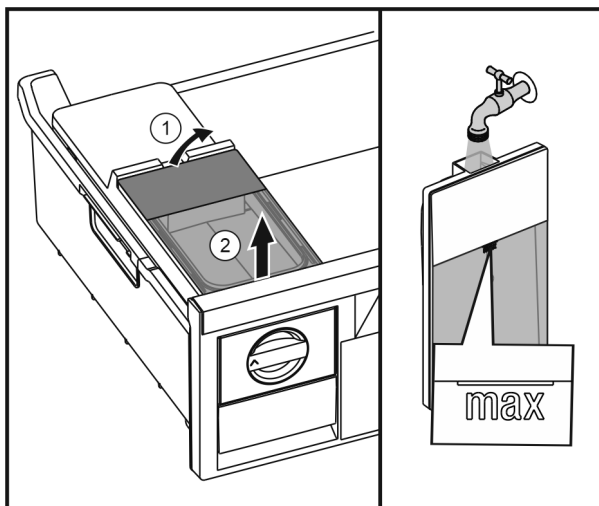

Fig. 23
- Zvedněte vzadu nádržku na vodu Fig. 23 (1) a poté ji vyjměte směrem nahoru Fig. 23 (2).